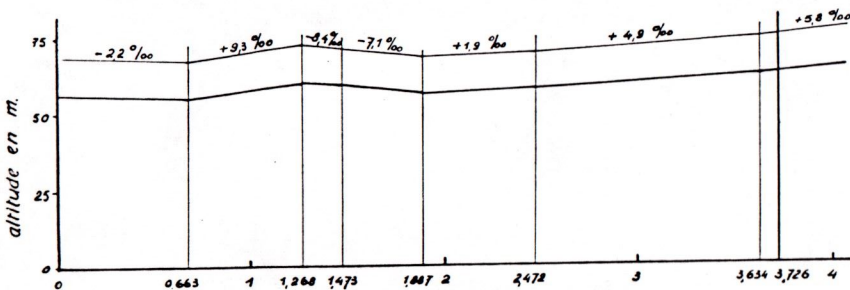

fig. 1. Profil en long d'une voie.
1) Les caractéristiques de la voie (fig. 1 et 2) permettant de déterminer en chaque point du trajet la partie de la résistance à l'avancement du véhicule, exprimée en kg/t, qui dépend de l'effet des rampes et de celui des courbes.